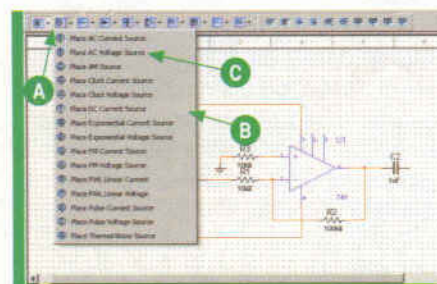

Figura 7 - Fontes de sinais
Outra possibilidade interessante consiste em se usar a caixa de geradores ou fontes de sinais apresentada na **figura 7** em (A).